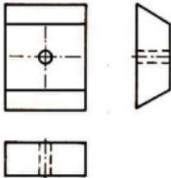

Bild 47/1 Anordnen der Ansichten zur Vorderansicht
Sind drei Ansichten notwendig, wird folgendermaßen verfahren (Bild 47/1):
- Betrachte das Bild 47/1! Bestimme die drei Ansichten!